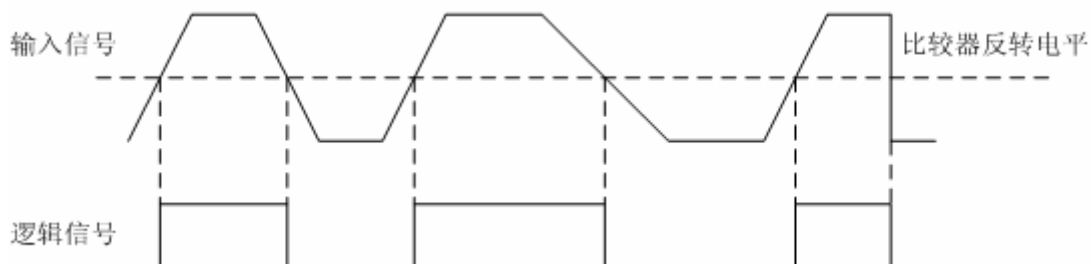

图 2-6-1
- 1) dVoltage1、dVoltage2: 两个通道的信号反转电平, 将输入信号转变为逻辑信号, 电压值高于反转电平时比较器输出逻辑高, 电压值低于反转电平时比较器输出逻辑低, 见 (图 2-6-1)